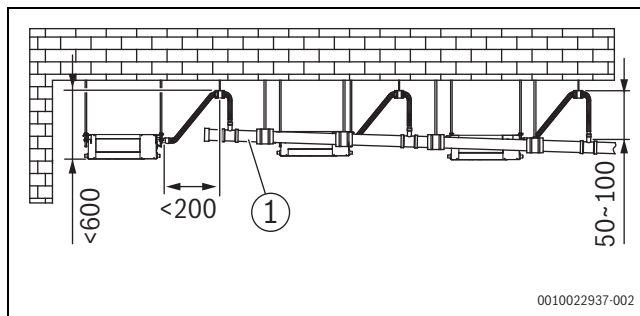
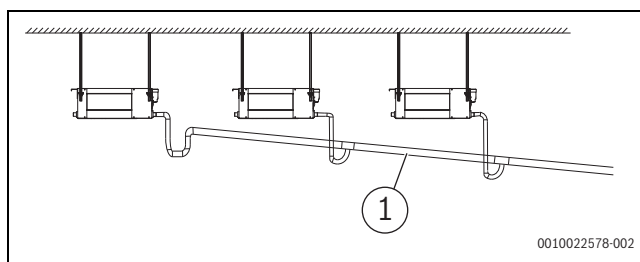

Fig. 24 Instalarea și distanțele aferente țevilor de evacuare a apei cu pompă de apă [mm]
Fig. 25 Instalarea țevilor de evacuare a apei fără o pompă de apă
- Instalați țevile de scurgere conform Fig. 24 (cu o pompă de apă) și Fig. 25 (fără o pompă de apă). Orificiul de evacuare pentru țeava de scurgere nu trebuie să fie mai sus decât înălțimea de scurgere, asigurând o pantă descendentă mai mare de 1/100.